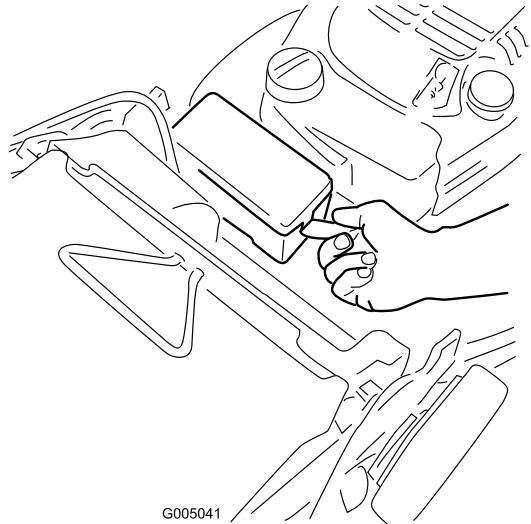

Figure 7
1. Dégarez les deux extrémités du couvercle de la batterie et déposez le couvercle(Figure 7).